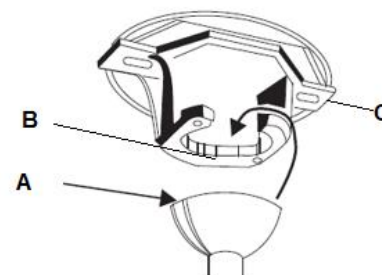

Fig. 8
Levante el conjunto del ventilador y móntelo en el soporte mural. Asegúrese de que la ranura de registro (A) de la bola de la tija esté posicionada sobre el tope (B) del soporte mural (C) para que el ventilador no pueda girar cuando esté funcionando. **Fig. 8**